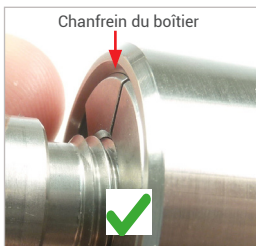

Figure 7
- ▶ Relâchez le levier à main (Pos. 2). Le connecteur s'ajuste automatiquement à la pièce d'essai afin d'établir une connexion étanche. La surface plane des mâchoires de serrage est à la même hauteur que le chanfrein du boîtier (Figure 7).